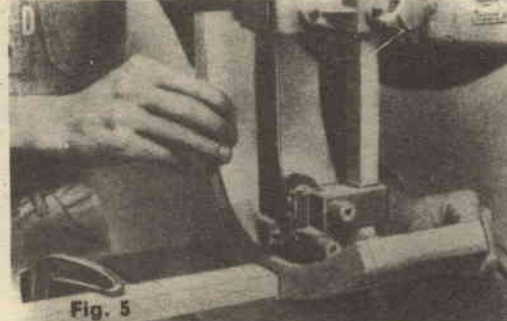

Fig. 5
D) Una volta centinati i fondi è consigliabile conservarli nella loro forma durante il montaggio. Occorre ora diminuire in altezza le forme interne di circa 15 mm. Per eseguire il taglio, fissare con una morsa a un pezzo di legno a 15 mm dalla lama della sega e quindi passarvi le 4 parti della forma interna (fig. 5). Anche la forma esterna dev'essere assottigliata e le estremità arrotondate.